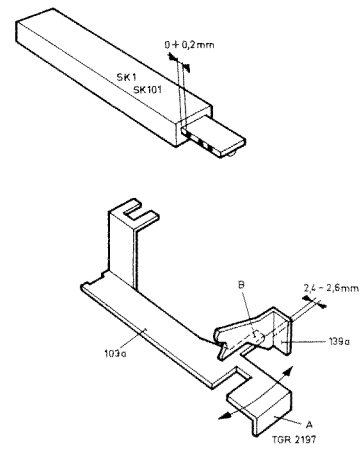

Fig. 34
Instelling SK1/SK101 (zie fig. 34)
- Plaats het apparaat in de stand "Opname". De schuif van schakelaar SK1/SK101 moet in deze stand ingesteld worden zoals fig. 34 aangeeft. Dit is in te stellen door gedeelte A van beugel pos. 103A te verbuigen.
- De afstand tussen gedeelte B van beugel pos. 103A en beugel pos. 139A moet dan tussen de 2,4 en 2,6 mm bedragen. Dit is in te stellen door gedeelte B te verbuigen zie fig.